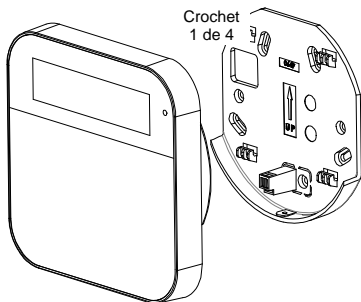

Figure 2
3. Fixez le clavier sans fil au support de montage ; pour cela, insérez-le dans les quatre crochets du support (reportez-vous à la Figure 2).